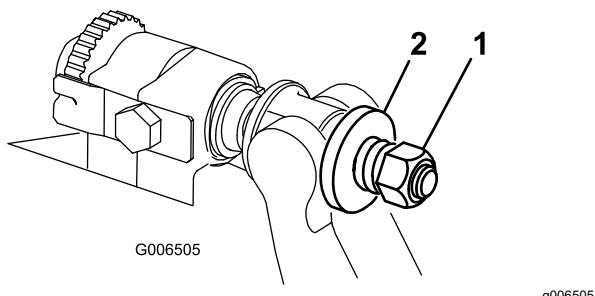

図 38
6. スプリングがつぶれるまでテンションナットを締め、そこから半回転戻す図 38。